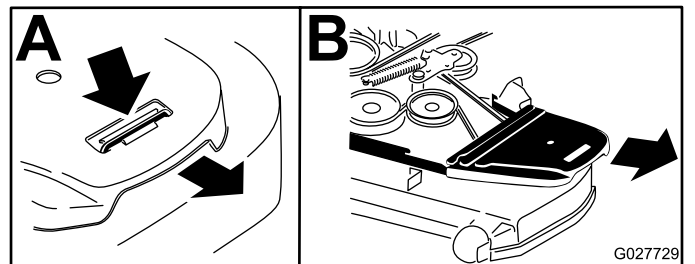

Figure 85
- Retirez les couvercles de courroie (Figure 85).